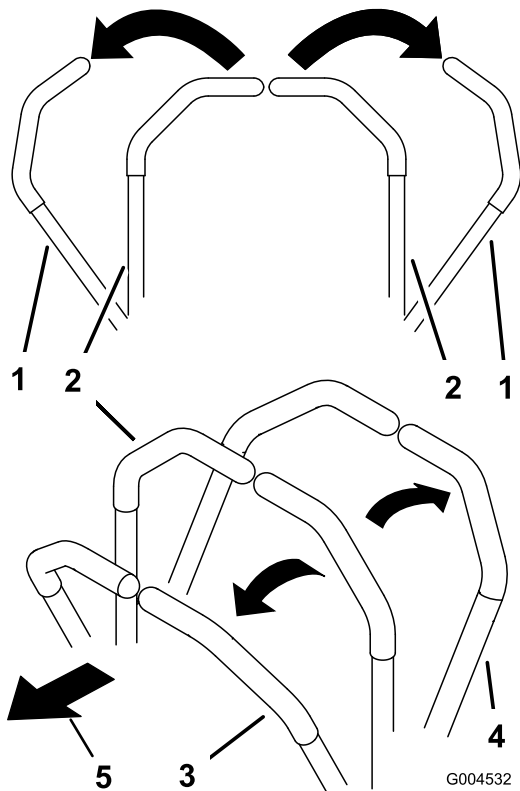

Figura 18
1. Mueva las palancas de control de movimiento hacia fuera (Figura 18) a la posición de bloqueo/punto muerto.
- Para ir hacia adelante en línea recta, empuje lentamente las palancas de control de movimiento hacia adelante (Figura 18).
- Para ir hacia atrás en línea recta, tire lentamente de las palancas de control de movimiento hacia atrás (Figura 18).
- Para girar, ralentice la máquina tirando hacia atrás de ambas palancas, y luego empuje hacia adelante la palanca del lado opuesto del sentido de giro (Figura 18).